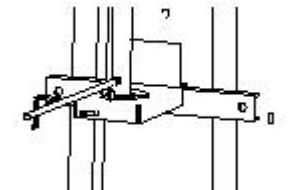
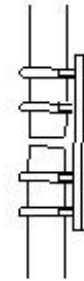
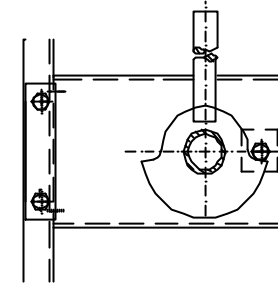

Figure 34
Figure 39
Figure 40
- Les tubes de la transmission sont fournis dans un emballage à part. La partie inférieure de la commande, le levier de commande (figure 34) et la pièce d'union des deux tubes (figure 39) se trouvent dans le même emballage que l'interrupteur.
5° Couper le tube ou les tubes, si nécessaire, et placer la pièce d'union (figure 39), mettre en place le tube inférieur en position ouverte en faisant butée (Figure 40) et serrer les bagues de la pièce d'union (Figure 39).
Le verrouillage peut se réaliser au moyen de 1 ou 3 cadenas dans les trois positions possibles (figure 40).